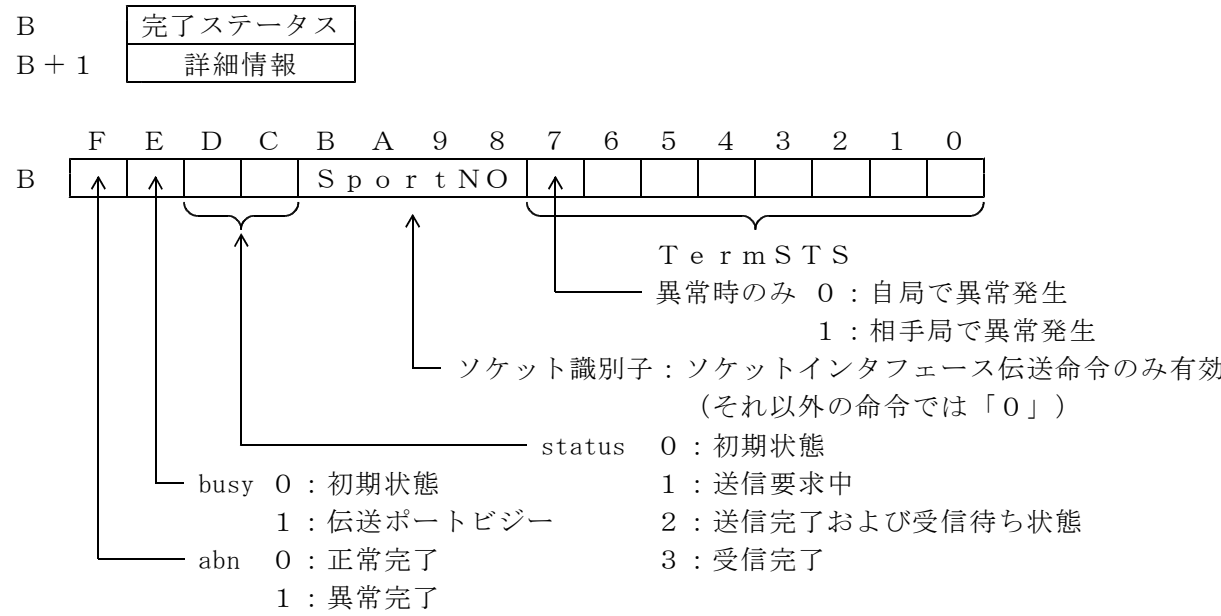

図4. 4 完了ステータス構成
完了ステータス (B) の構成は図4. 4、TermSTSの内容は表4. 3と表4. 4、詳細情報の内容は表4. 5に示します。